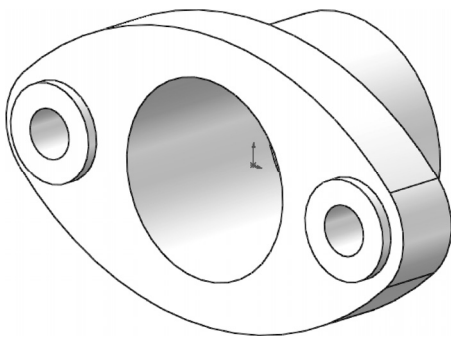

图 13-46 拉伸切除实体
**06** 拉伸切除实体。选择菜单栏中的“插入”→“切除”→“拉伸”命令，或者单击“特征”控制面板中的“拉伸切除”按钮，此时系统弹出“切除-拉伸”属性管理器。设置终止条件为“完全贯穿”，然后单击属性管理器中的“确定”按钮，结果如图 13-46 所示。